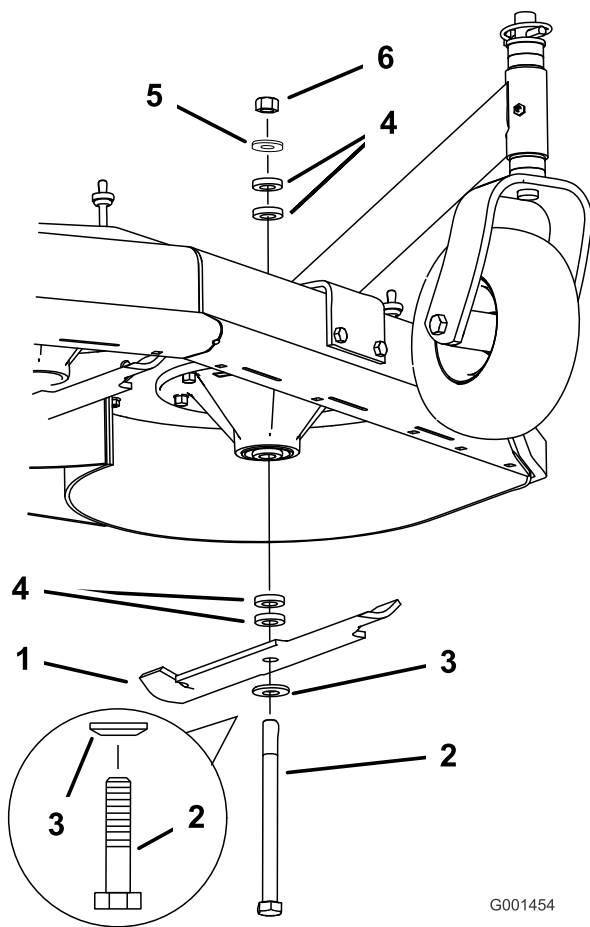

Figure 62
2. Enlevez de l'axe, l'écrou, le boulon de lame, la rondelle bombée, la lame, les entretoises et la rondelle mince (Figure 62).
1. Montez le boulon, la rondelle bombée et la lame. Choisissez le nombre correct d'entretoise(s) pour la hauteur de coupe, et insérez le boulon dans l'axe (Figure 62).
2. Posez la ou les dernière(s) entretoise(s) et fixez-la ou les en place avec une rondelle mince et un écrou (Figure 62).